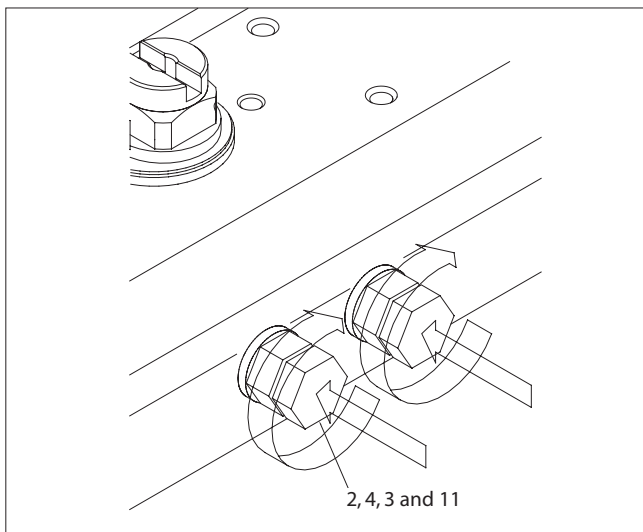

Abb. 17.
4. Zusammenbau der Anschlagschrauben (2) und Hubeinstellung. (Abb. 17):
- Stecken Sie die Mutter (4), die Unterlegscheibe (3) und den O-Ring (11) auf die Anschlagschrauben (2).
- Schrauben Sie die Anschlagschrauben (2) in das Gehäuse (50).
5. Einstellung der externen Endanschläge (Abb. 17):